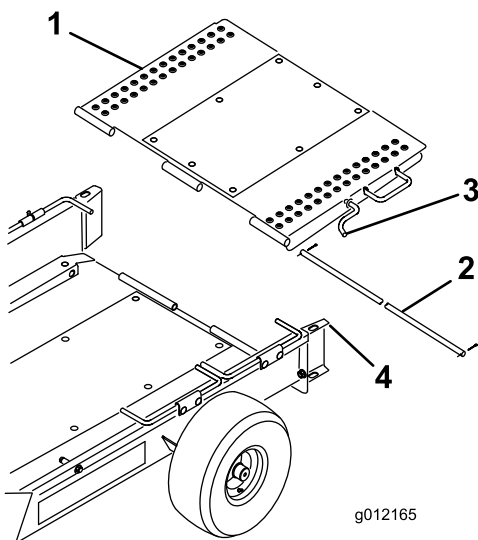

Рисунок 4
4. Прикрепите рампу прицепа к задней части платформы прицепа с помощью оси петли и двух шплинтов (Рисунок 4).
5. Поверните рампу вверх и зацепите защелку рампы за отверстие вверху колесоотбойника (Рисунок 4).
7. Поверните рампу прицепа вверх и зацепите защелку рампы за отверстие вверху колесоотбойника (Рисунок 4).